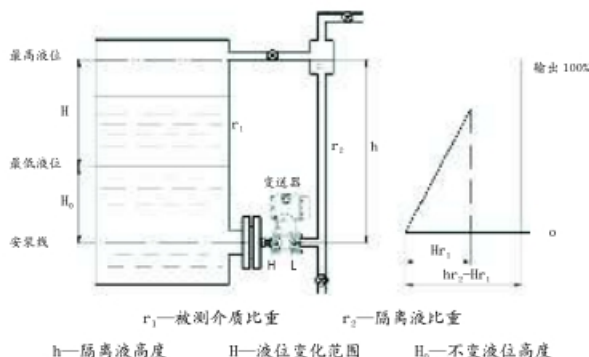

图5-4 用隔离液的液位测量方法
5.4.1.2 仪表带负迁移时用法(见图5-4)
如果安装冷凝罐不方便，或者为了隔离腐蚀性介质进入负压侧，可使用隔离液如图5-4，此种情况仪表所受差压：